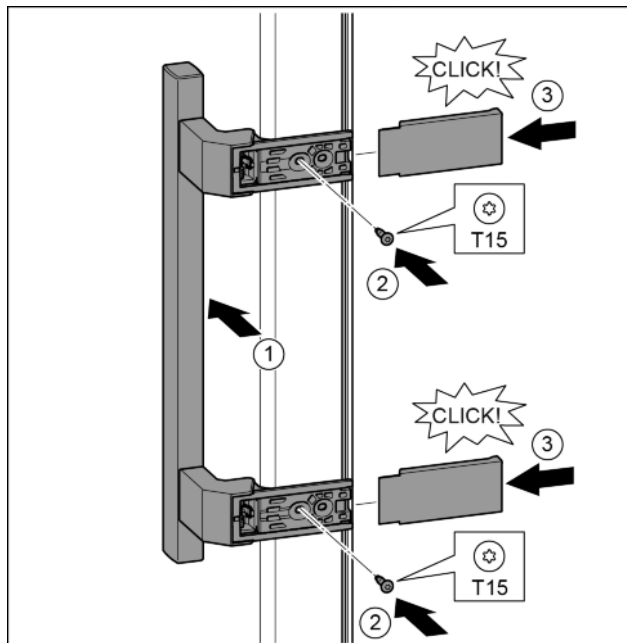

Fig. 17
- ▶ Założyć uchwyt po przeciwległej stronie. Fig. 17 (1)
- ▶ Śruby przykręcić przy pomocy śrubokręta T15. Fig. 17 (2)
- ▶ Osłony założyć z boku i wsunąć. Fig. 17 (3)